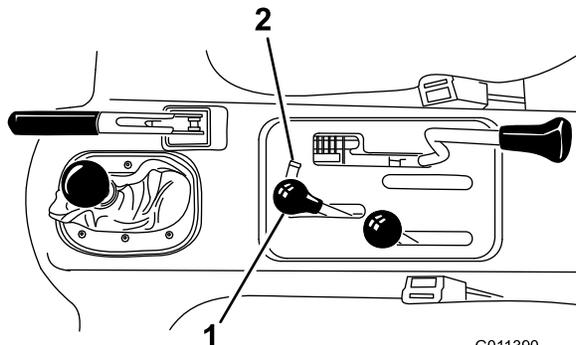

图 16
- 如果是序列号为 240000001 及之后的 Workman 工作车请前后移动液压提升杆图 16。